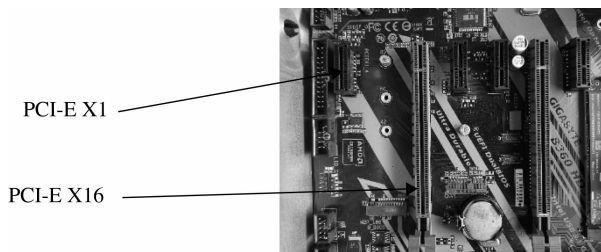

图 1-14 PCI-E 插槽
(3)PCI-E 插槽。PCI-E 插槽主要用于扩展主板功能,插入显卡、声卡、网卡、视频采集卡等,PCI-E 是最新的总线和接口标准,它原来的名称为 3GIO,由英特尔提出,现已全面取代 PCI 和 AGP 接口标准。它的主要优势是数据传输速率高,目前最高可达到 10 GB/s 以上,而且有相当大的发展潜力。PCI-E 也有多种规格,包括 X1、X2、X4、X8 及 X16,如图 1-14 所示。目前,PCI-E X1 和 PCI-E X16 已成为 PCI-E 主流规格,除了能提供极高数据传输速率之外,还能以串行数据包方式传输数据,PCI-E 接口每个针脚可以获得比传统 I/O 标准更大的带宽,可以降低 PCI-E 设备生产成本和体积。另外,还支持高阶电源管理,支持热插拔,支持数据同步传输,为优先传输数据进行带宽优化。